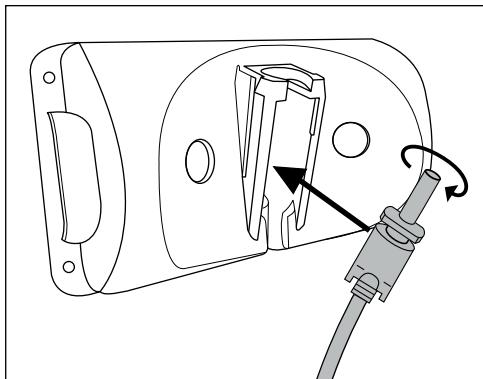

Abb. 1
- Stellen Sie sicher, dass sich keine Stromleitungen oder andere Leitungen oder Rohre in der Wand befinden, in der Sie die Löcher für den Wandhalter ③ bohren wollen. Es besteht Lebensgefahr, wenn Sie eine stromführende Leitung anbohren!
- 1) Setzen Sie den Hohlstecker ⑤ des Netzteils ④ wie auf der nachfolgenden Abbildung gezeigt in den Wandhalter ③ ein. Fixieren Sie den Hohlstecker ⑤, indem Sie ihn drehen (siehe Abb. 1).